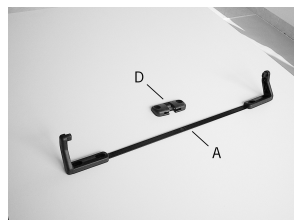

Abb. 3
- B. Die geeigneten Bügel auswählen (Abb. 3).